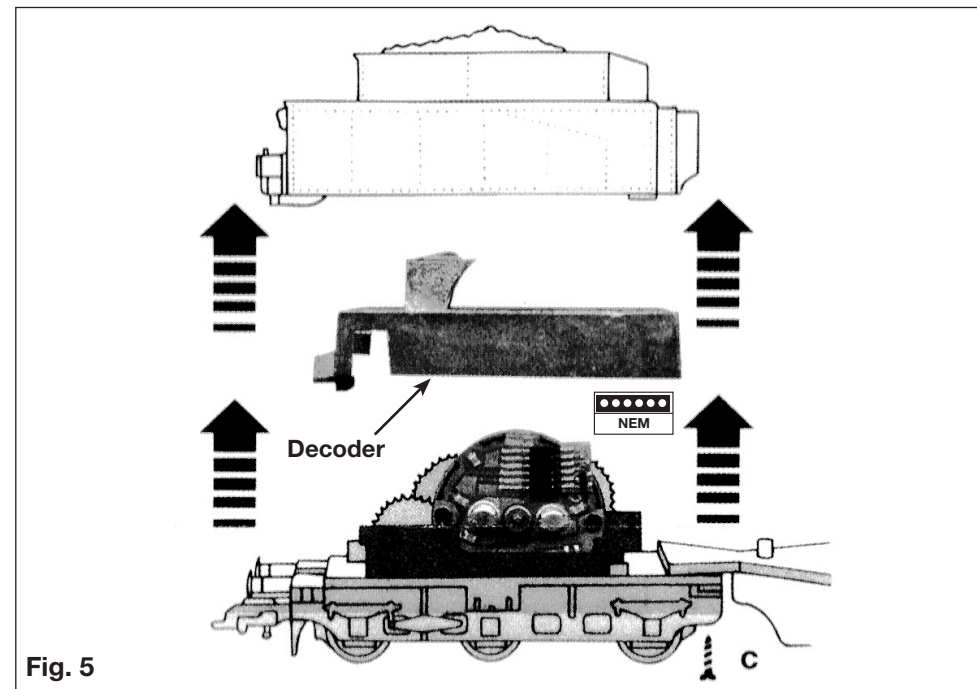

Fig. 5
**Opening the tender:** Opening the tender is only necessary to exchange the brushes, to lubricate the gear-train and to install a decoder. Remove screw c, spread the tender body gently and lift it upwards (Fig. 5).
**Het openen van de tender**: Alleen voor het vervangen van de koolborstels, het smeren van de aandrijving noodzakelijk en voor het inbouwen van een decoder. De schroef **c** losdraaien en de carrosserie van de tender licht aan de zijkant uit te buigen en naar boven de trekken (Fig. 5).
**L’apertura del tender**: Effettuata solo per lubrificare gli ingranaggi, per la sostituzione del spazzole di carbone e per l’installazione di un decoder. Rimuovere la vite **c** e sollevare verso l’alto il mantello del tender (Fig. 5).